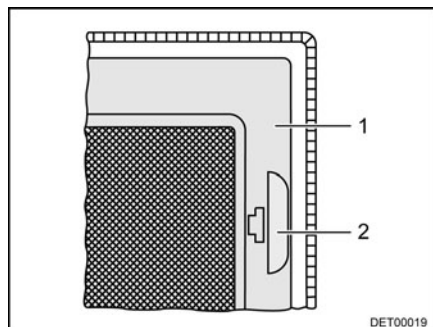

Fig. 38 Protección contra insectos
- Tirar del tirador (Fig. 38,2).
- Plegar hacia abajo la protección contra insectos (Fig. 38,1).
- Plegar hacia arriba la protección contra insectos (Fig. 38,1) hasta que encastre.